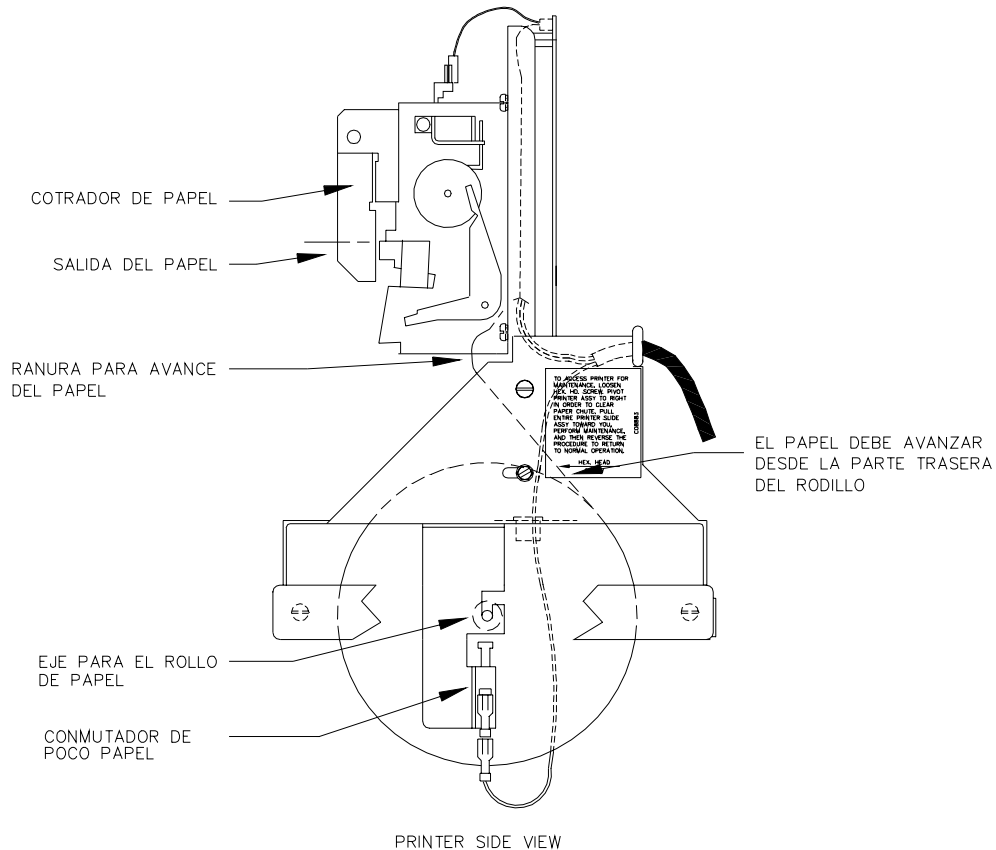

Figura 29-4. Vista lateral de la impresora
5. Asegúrese de que el papel salga fácilmente del cortador de papel. La Figura 29-4 muestra una vista lateral del recorrido del papel.